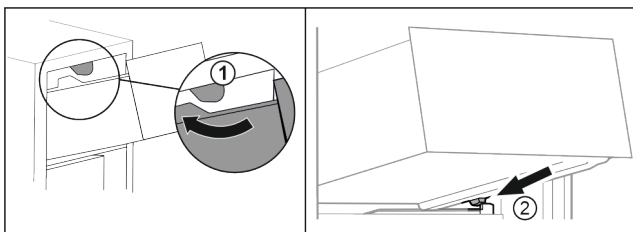

Fig. 22
- ▶ Guider le tiroir en contournant les butées supérieures. Fig. 22 (1)
- ▶ Placer le tiroir, en l'inclinant, derrière les butées inférieures sur la nervure de récipient. Fig. 22 (2)